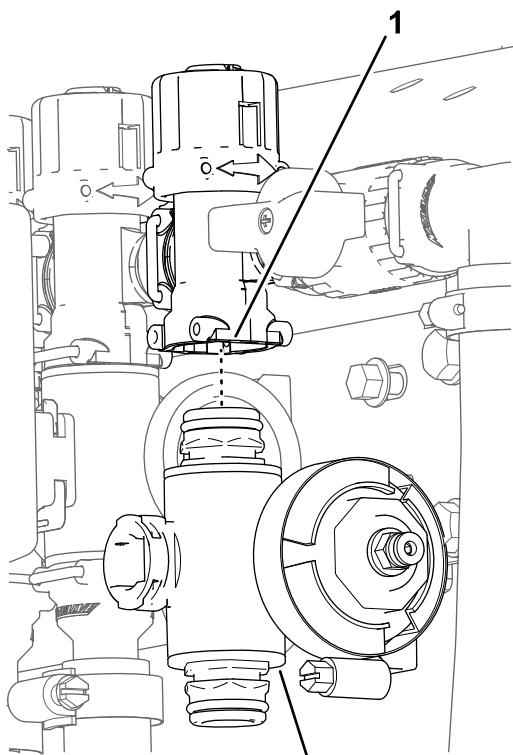

Bild 70
3. Entfernen Sie für die linken oder rechten Auslegerabschnittsventile die Sicherungsbandschrauben und Sicherungsbundmutter, mit denen die Abschnittsventile an der Ventilhalterung befestigt sind. Entfernen Sie die Ventilverteiler für das mittlere Abschnittsventil von der Maschine; entfernen Sie den Abschnittventilverteiler von der Maschine (Bild 70).